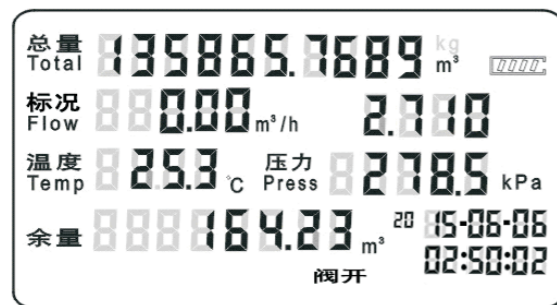

图7 工作状态显示图
6.1.9.3 未开户时正常显示的第三屏界面如图7，显示的总量为标况总量，单位为 m^3 ；，最后一行为余量，单位为 m^3 ，瞬时流量显示标况流量，第二行右边显示转换系数。当有气量时，检定总量累加，余量扣减，当开户后，根据气价把余量换算成金额扣除。